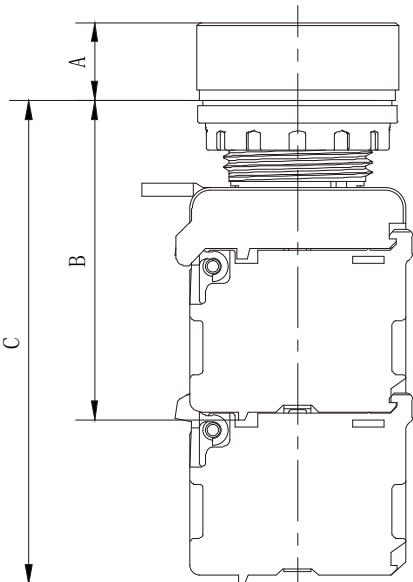

图 4 TPB1S 系列按钮外形图
- 按钮外形尺寸及按钮安装的中心距离尺寸见图 4、图 5，相关参数见表 1。